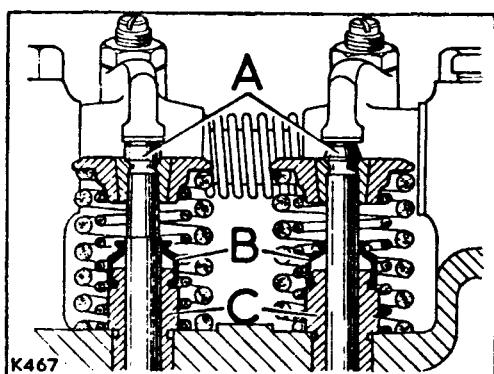

Fig. A4-79.- Posición de las guías de válvulas y retenes de aceite.
- 2.2.- Retirar los retenes (B) (Fig. A4-79) de aceite de las guías de válvula (C).
2.2.- Retirar los retenes (B) (Fig. A4-79) de aceite de las guías de válvula (C).
- 6.1.- Instalar los retenes de aceite en las guías de las válvulas (Fig. A4-79).